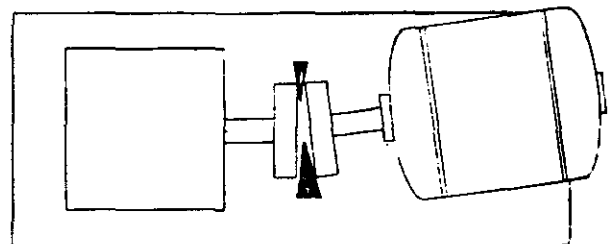

Fig. 4-3 Superficie de lado a lado
2. La variancia de lado a lado en el espacio del acople (Fig. 4-3) se compensa moviendo la parte posterior del impulsor en la dirección apropiada para igualar el espacio.